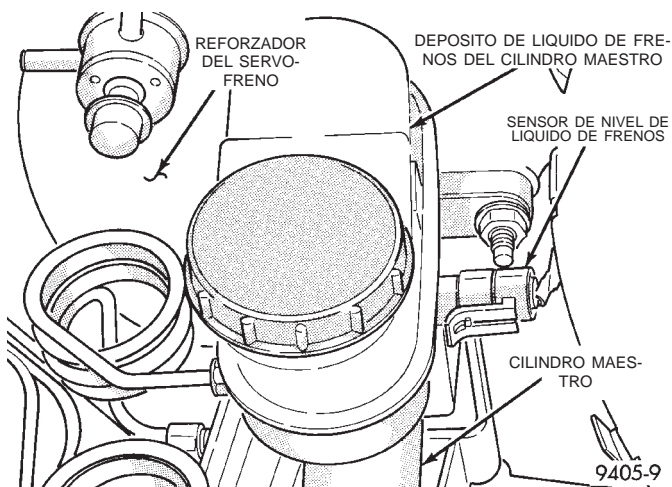

Fig. 103 Sensor de nivel de líquido del cilindro maestro
(1) En los vehículos que tienen instalado el sistema ABS, asegúrese de que el motor no esté en marcha y bombee el pedal de freno hasta que esté firme (4-5 golpes).
(2) Retire el conector del mazo de cableado del vehículo, del sensor de nivel de líquido de frenos, en el depósito de líquido de frenos de cilindro maestro (Fig. 103).